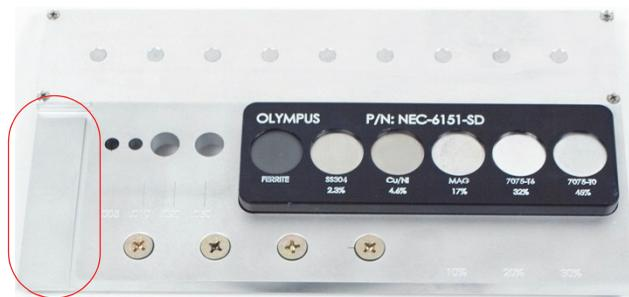

図 5-90 金属の厚さに使用される標準試験片部分
5. 標準試験片のテーバー状領域にプローブを配置し (193 ページの図 5-90 を参照)、A リフトバランスキー () を押し続けて自動リフトオフ機能を有効にします。